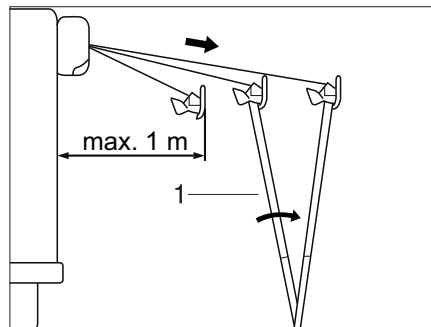

Fig. 41 Apertura della tenda
- Aprire i piedi di sostegno (Fig. 41,1) e poggiarne l'estremità sul suolo.